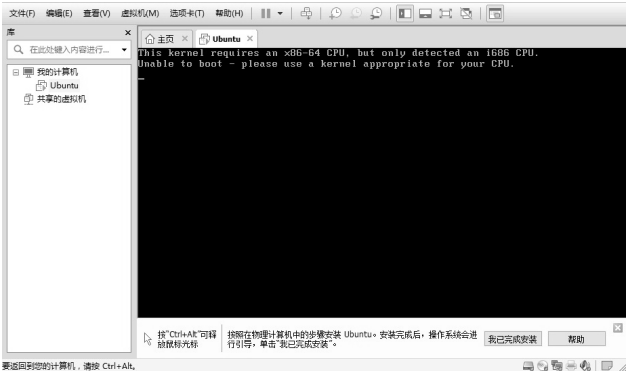

图 12-20 错误提示
(4) 开启虚拟机，将会自动开始安装 Ubuntu。此时系统显示出现错误，如图 12-20 所示。